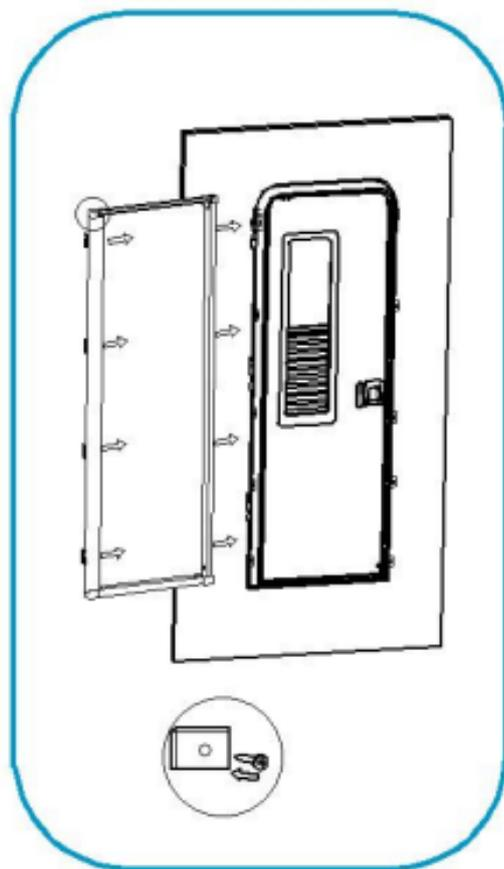

図 7
9. ドアフレームに取り付けられたコネクタにスクリーンドアを合わせ、押し込んで固定し、スクリーンドアの下フレームと車体をST4.2×16セルフタッピングネジで固定し、プラスチックを覆いますブロッキングキャップ(グレー);ST4.2×60なべ頭タッピンねじを使用して網戸を壁にしっかりと固定し、網戸の上部コーナーをカバーで覆います。(図7)